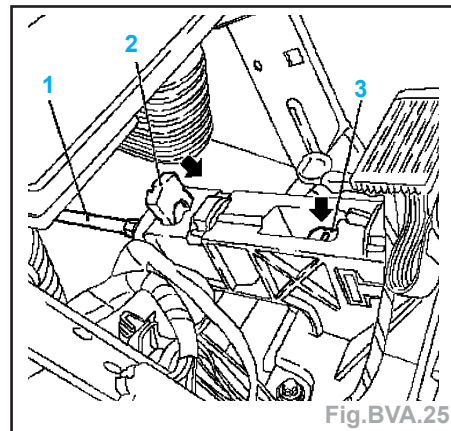

Fig.BVA.25
- Remonter le câble de la commande (1) sur le sélecteur (Fig.BVA.25) :